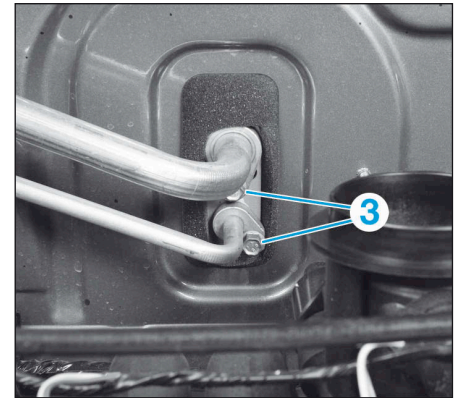

FIG.19
- Déposer les vis (3) puis désaccoupler les tuyaux du détendeur (Fig.19).